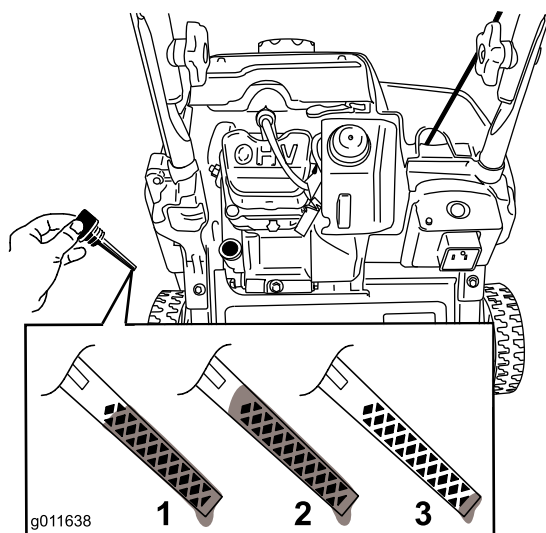

Figure 15
8. Pour déterminer le niveau d'huile correct avec la jauge, voir la Figure 15.
Remarque: Versez de l'huile dans le carter moteur jusqu'à ce que la jauge indique le niveau correct, comme indiqué à la Figure 15. Si vous remplissez excessivement le carter moteur, vidangez l'excédent d'huile comme expliqué à la section Vidange et remplacement de l'huile moteur.